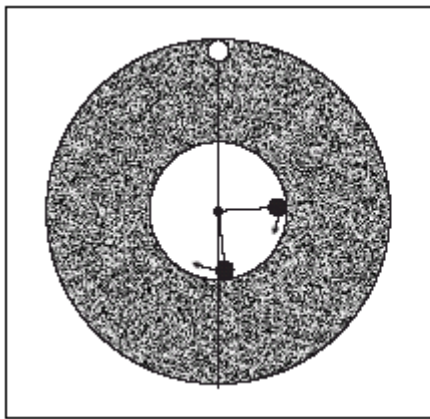

图 14a
- 1、先同时同方向移动两配重块(同向前或同向后)。明确振动读数减小方向后，继续同时同向移动，直至振动读数不再减小为止。这一步骤使两配重块均衡分列于砂轮中心到不平衡中心连线的两侧(图 14a)。